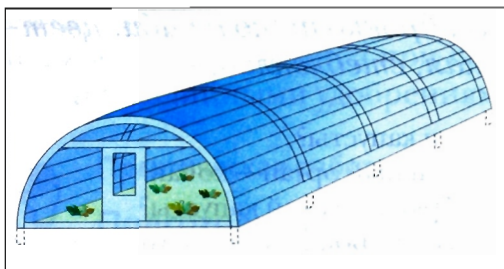
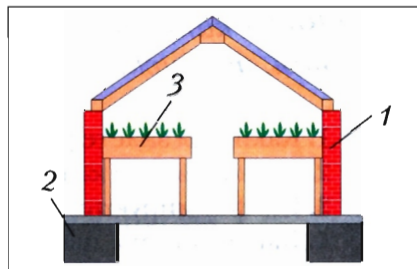

Рис. 8. Арочная теплица (весенняя)
Рис. 9. Двускатная зимняя теплица: 1 – стена, 2 – фундамент, 3 – стеллаж
*Теплицы* бывают весенние и зимние. Весенние теплицы предназначены для выращивания овощей с весны до осени. Их можно укрывать стеклом, но чаще используют плёнку (рис. 8). Зимние теплицы более капитальные, их применяют круглогодично (рис. 9).